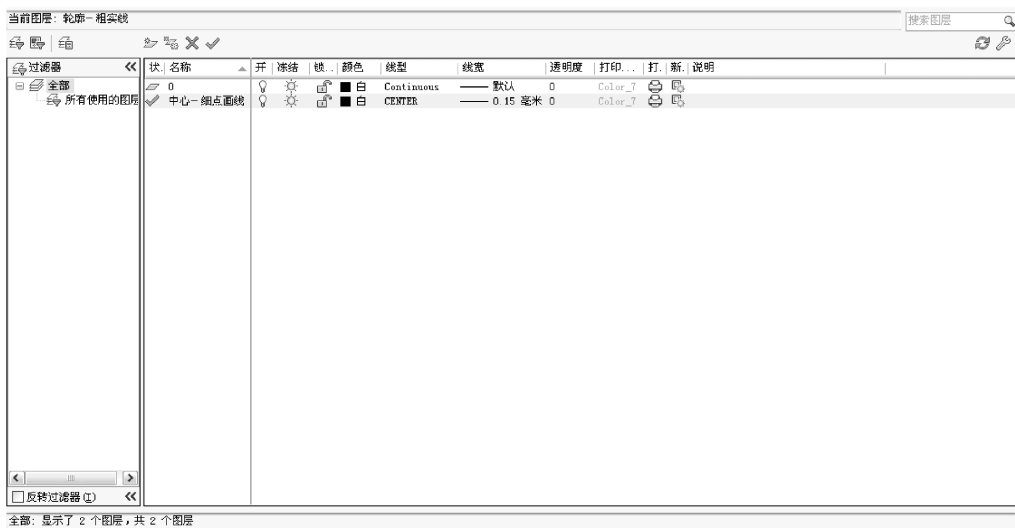

图 3-8 设置“中心-细点画线”图层
Step 5 设置图层“中心-细点画线”线宽：“图层特性管理器”对话框中，单击图层“中心-细点画线”对应线宽图标，弹出“线宽”对话框，选择0.15mm线宽，单击“确定”按钮，返回“图层特性管理器”对话框，图层线宽更改为0.15mm。设置“中心-细点画线”图层如图3-8所示。